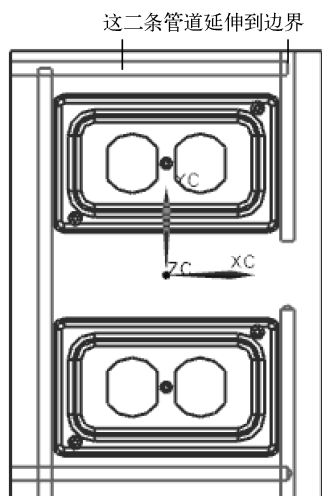

图 9-106 延伸管道到边界
(13) 在图形区选择需要延伸的管道, 选择延伸边界实体, 单击【应用】按钮, 将所需要延伸到边界的管道进行延伸, 如图 9-106 所示。